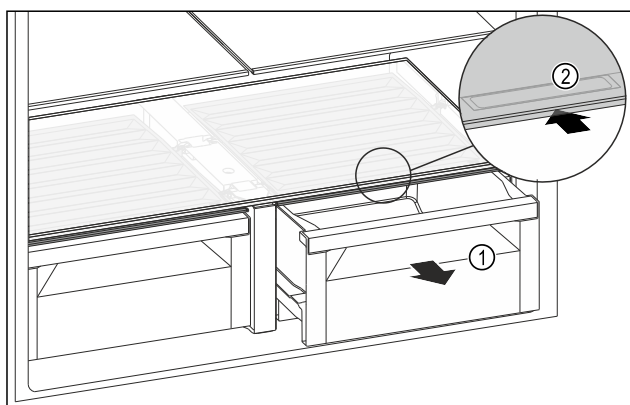

Fig. 99
- Витягніть висувний ящик Fig. 99 (1).
- Візьміться за потайну ручку Fig. 99 (2) на кришці відділення й одночасно посуньте кришку відділення назад.